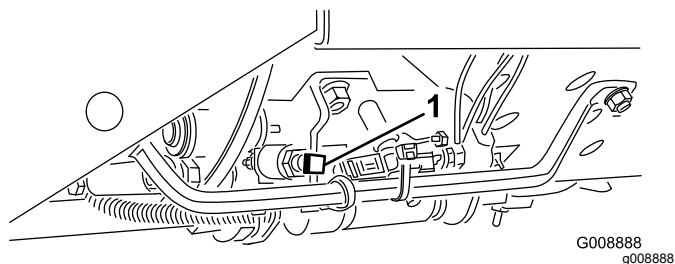

Figura 23
**Importante:** La velocità di tosatura viene impostata in fabbrica a 9,7 km/h. Regolando la vite di arresto della velocità (Figura 23) è possibile aumentarla o ridurla.